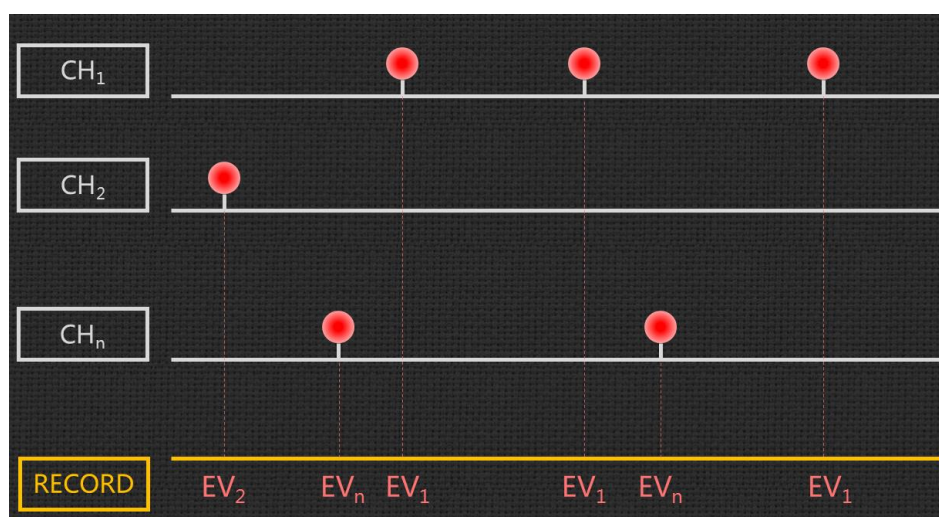

图 5.20 T2 模式示意图
**T2 模式：**如图 5.20 所示，T2 模式对 STOP 通道的所有有效事件进行记录，并按照到达的时间先后顺序进行排序，设备会对每一个事件的时间、通道等信息进行记录，以便在解析时加以区分。T2 模式记录的事件信息是最完整的，同时保存的数据文件也最大。